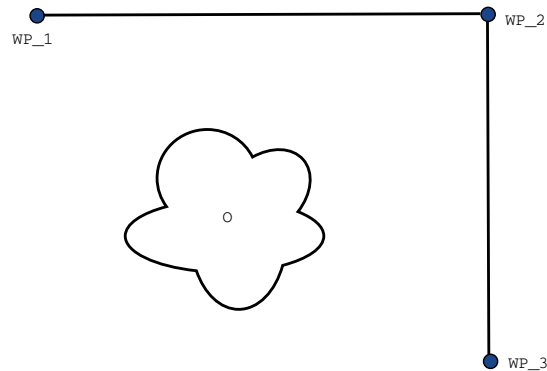

Рис. 14.2: WP_1: начальное положение, WP_2: промежуточная точка, WP_3: положение захвата, O: препятствие.
Пример Рассмотрим операцию захвата и перемещения в качестве примера (см. рисунок 14.2), где робот в настоящий момент находится в контрольной точке 1 (WP_1) и должен выполнить захват объекта в контрольной точке 3 (WP_3). Во избежание столкновений с объектом и другими препятствиями (O) робот должен двигаться к WP_3 в направлении из контрольной точки 2 (WP_2). Таким образом, три контрольных точки участвуют в создании пути, удовлетворяющего требованиям.